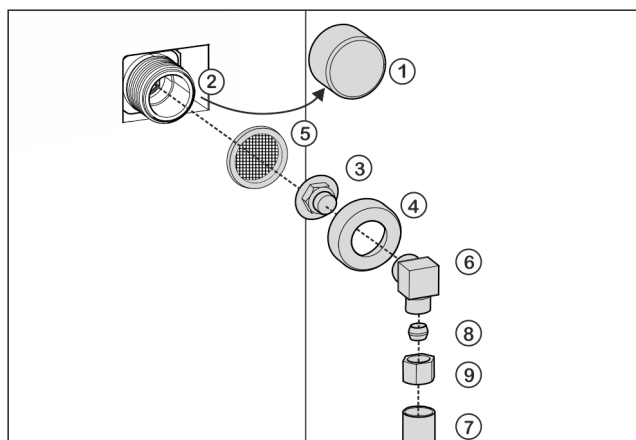

Fig. 19
- ▶ Enlever le bouchon Fig. 19 (1) de l'électrovanne Fig. 19 (2).
- ▶ Insérer la pièce de raccordement Fig. 19 (3) dans l'écrou-raccord Fig. 19 (4).
- ▶ Insérer le filtre Fig. 19 (5) avec la cavité dirigée vers le bas en direction de la pièce de raccordement Fig. 19 (3).
- ▶ Visser l'écrou-raccord Fig. 19 (4) à la main sur le filetage de l'électrovanne Fig. 19 (2) jusqu'à ce qu'il soit bien positionné.
- ▶ Visser le coude Fig. 19 (6).
- ▶ Raccorder la conduite d'eau Fig. 19 (7) (par ex. conduite en cuivre de 1/4" OD) au coude Fig. 19 (6) à l'aide de la bague de serrage Fig. 19 (8) et de l'écrou Fig. 19 (9).
- ▶ Si nécessaire : Fixer la conduite d'eau Fig. 19 (7) sur le boîtier à l'aide de l'étrier d'arrêt.
- ▶ Mettre le coude Fig. 19 (6) de côté.
- ▶ Raccorder la conduite d'eau Fig. 19 (7) (par ex. conduite en cuivre 1/4" OD) à la pièce de raccordement Fig. 19 (3) avec une bague de serrage Fig. 19 (8) et un écrou Fig. 19 (9).